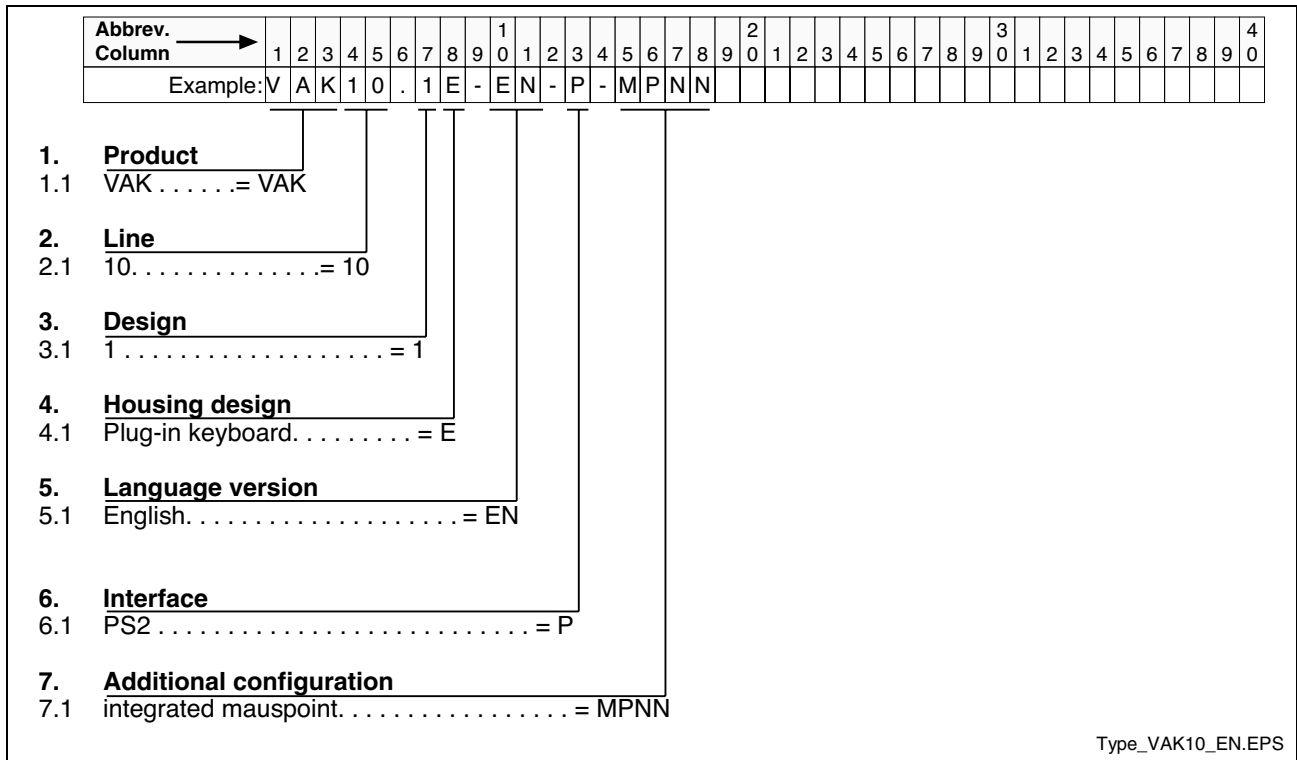

Fig. 8-1: Type code VAK 10.1
- Fig. 8-1: Type code VAK 10.1 8-1